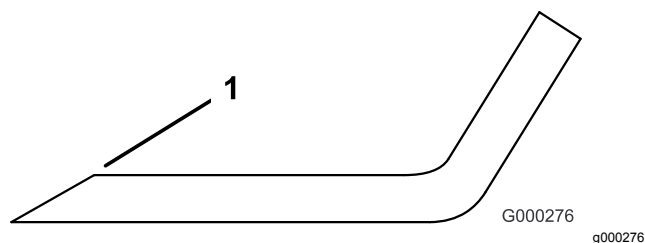

Figura 75
1. Affilate il tagliente da entrambe le estremità della lama (Figura 75).